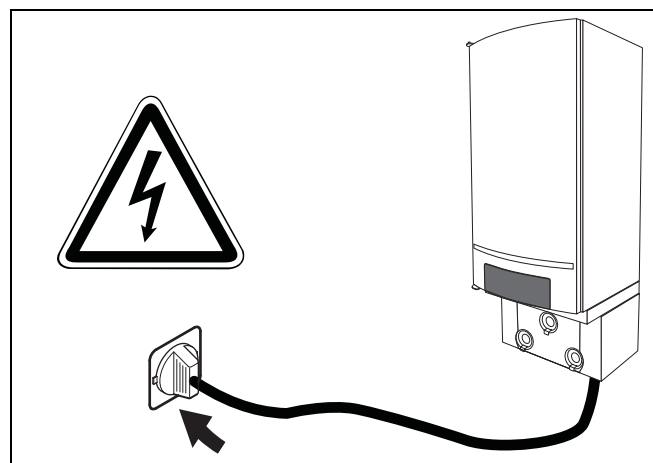

Fig. 43 Introduceți ștecherul în priză
- Introduceți ștecherul cablului de rețea în priza cu pământare de protecție (230 VAC/50 Hz) (fig. 43).